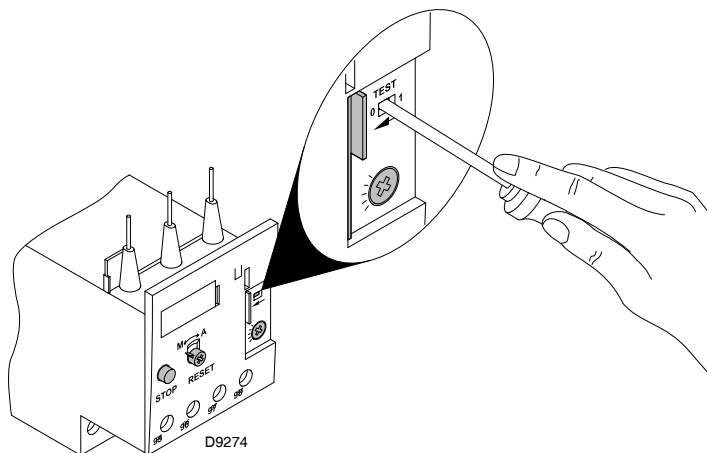

Fig. 30
- Para probar el relé térmico, introduzca un destornillador en la ventana "TEST" (Fig. 30) y mueva el mismo en el sentido de la flecha (hacia la derecha).